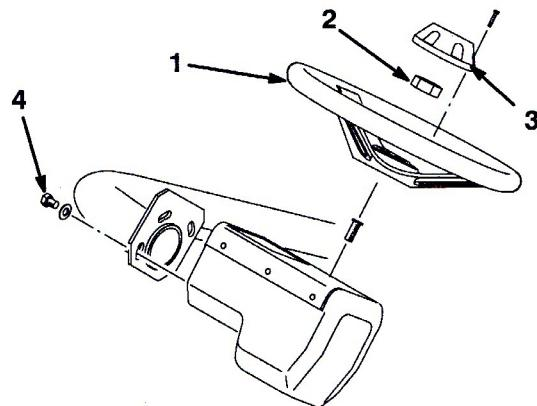

図8
- ハンドルをシャフトにはめ込み、ジャムナットで固定する（図8）。ナットを 43 N.m (4.4 kg.m) にトルク締めする。
- ハンドルにキャップをはめ込み、ネジで固定する（図8）。
注：オペレータの体格や好みに合わせてハンドルの位置を調整することができます；3本の取り付けネジをはずし、適当な高さにハンドルを調整してネジを元通りに締めてください（図8）。